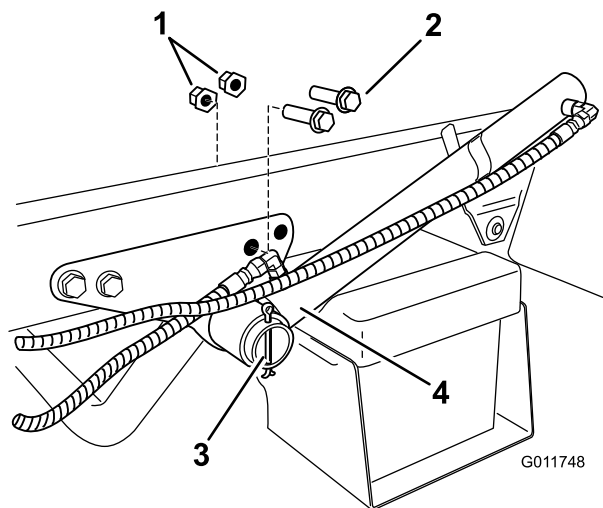

Figura 16
1. Localize e retire os dois parafusos traseiros e porcas flangeadas no suporte do cilindro de elevação (Figura 16). Guarde os dispositivos de fixação para utilizar depois.